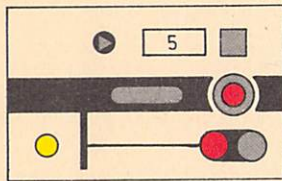

Bild 26
- (10) Mit dem Besetzen des ersten Blockabschnittes in zulaufender Richtung bzw. der Auflösung des letzten Blockabschnittes in ablaufender Richtung ertönt kurzzeitig ein langsam schlagender Wecker als Vor- bzw. Rückblockmeldung.
- (11) Fahrt zeigende Zentralblocksignale können durch Bedienen der Signalhaltgruppentaste und der Signaltaste auf Halt gestellt werden. Vor der erneuten Fahrtstellung ist die Festlegung für alle Blockabschnitte durch Bedienen der Zentralblockhilfstaste und der Signaltaste des ersten Zentralblocksignals bzw. der besonderen Zugstraßentaste (vgl. § 6 Abs. 6 und 7) aufzulösen. Dies ist nur möglich, wenn alle Blockabschnitte frei sind.
- (12) Ein Zentralblocksignal kann durch Bedienen der Lichtsignalsperrtaste und der Signaltaste in der Haltstellung gesperrt werden; der Sperrmelder leuchtet gelb (vgl. Bild 26).